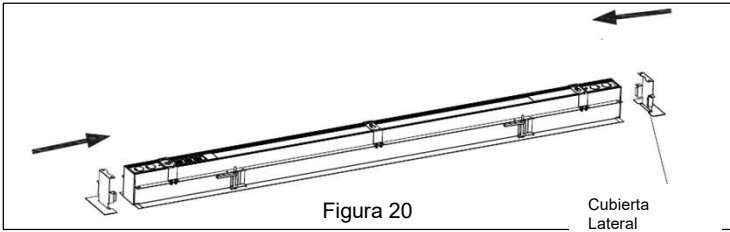

Figura 20
3. Instala las cubiertas laterales. **Ver Figura 20.**